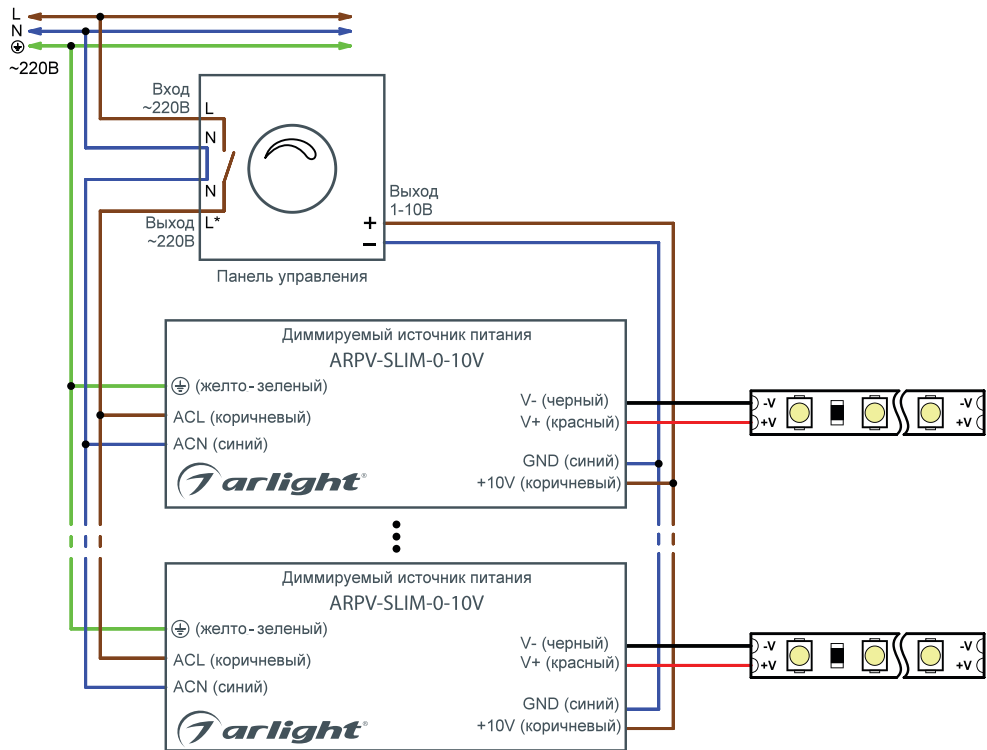

Рис.1. Схема подключения.
- 3.4. Подключите выходные провода источника питания к нагрузке, строго соблюдая полярность: «V+» красный провод, «V-» - черный (см. Рис.1.)